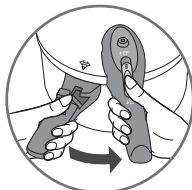

Fig 2
Vänster hand håller kärlets långa handtag (L), för med höger hand det långa lockhandtaget (F) motsols, ända tills det öppnas - Bild 2. Lyft därefter av locket.